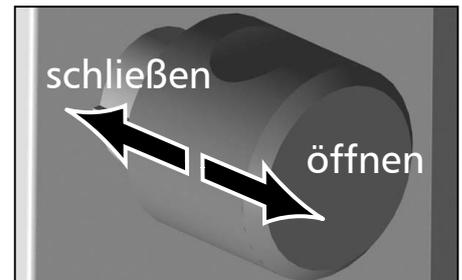

Abb. 12 Tür öffnen und schließen
- ▶ Zum Öffnen der Tür Türknopf herausziehen (Abb. 12).